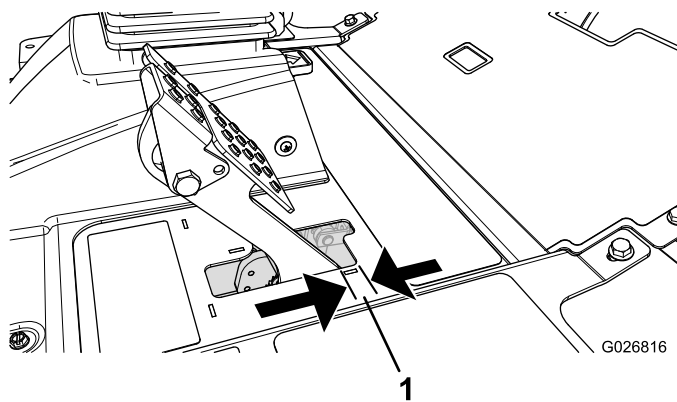

Figure 63
Réglez les freins si la garde à la pédale de frein est supérieure à 2,5 cm (Figure 63) ou si la force de maintien offerte est insuffisante. La garde est la distance parcourue par la pédale de frein avant que le freinage soit ressenti.
2. Serrez l'écrou arrière afin de pouvoir déplacer le câble en arrière jusqu'à obtention d'une garde de 6 à 13 mm (Figure 63), avant le blocage des roues.